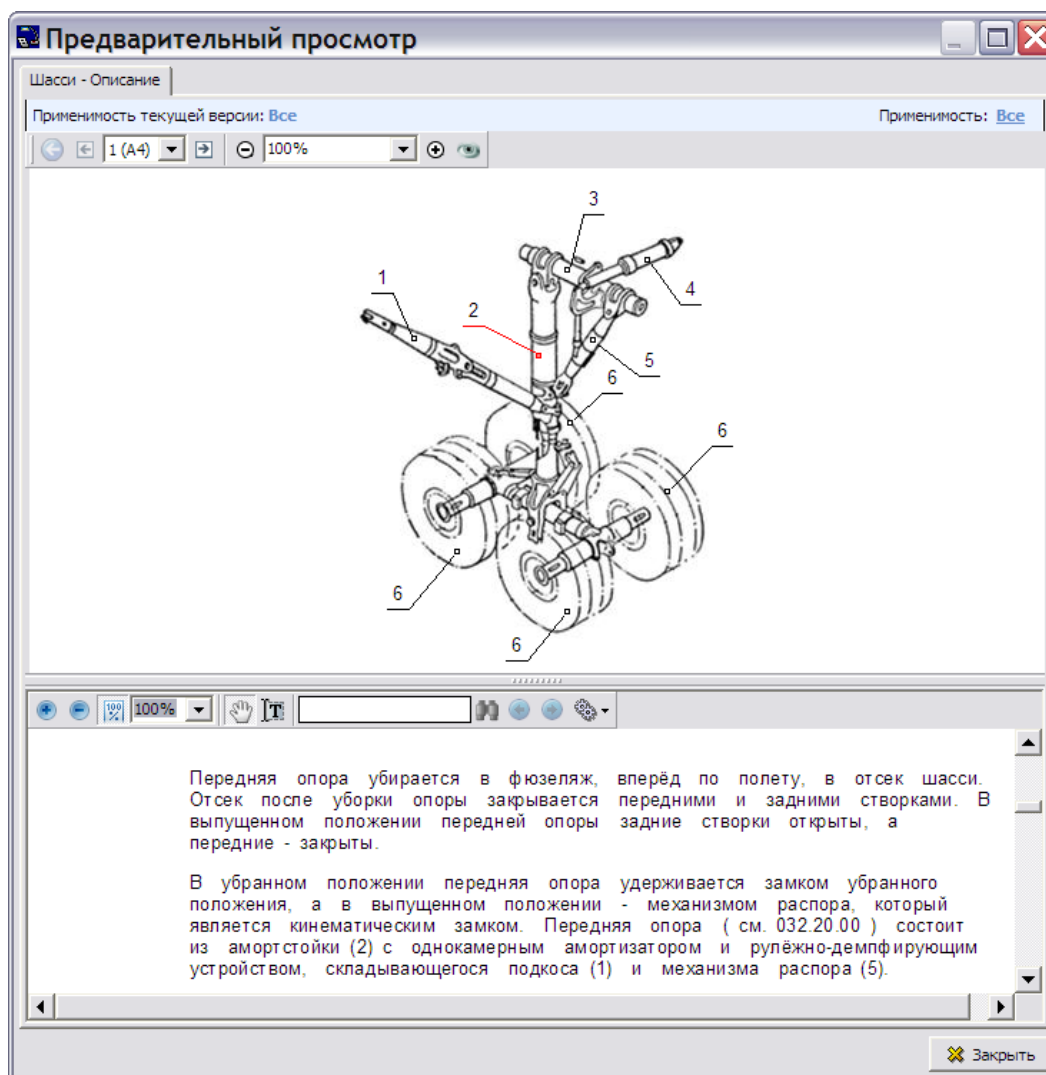

Рис. 5.242
- При нажатии на поле ссылки появится дополнительное окно с иллюстрацией. На рисунке выноска с номером, соответствующим номеру ссылки, будет подсвечена (Рис. 5.242).